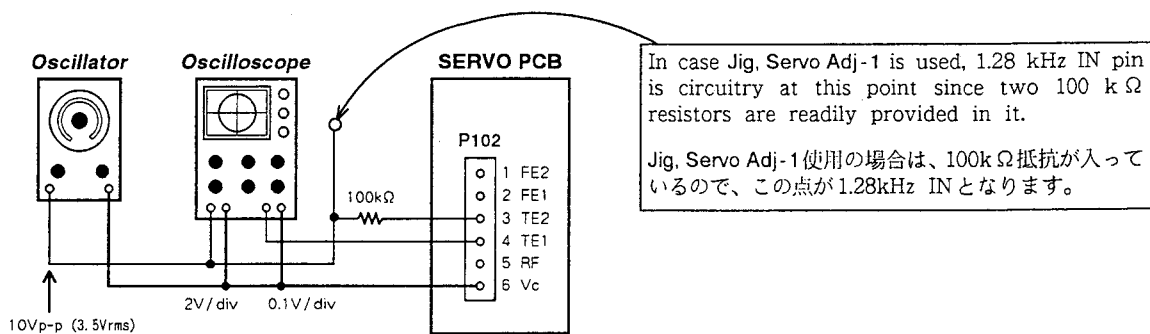

Fig. 6-6
3. Input a 1.28 kHz/10 Vp-p (3.5 Vrms) signal via 100 k Ω resistor to TE2 from the external oscillator. (Fig. 6-6)
(Fig. 6-6)
3. 外部 OSC より 100k Ω の抵抗を介して 1.28kHz / 10Vp-p (3.5Vrms) の信号を TE2 に入力する。(図6-6)